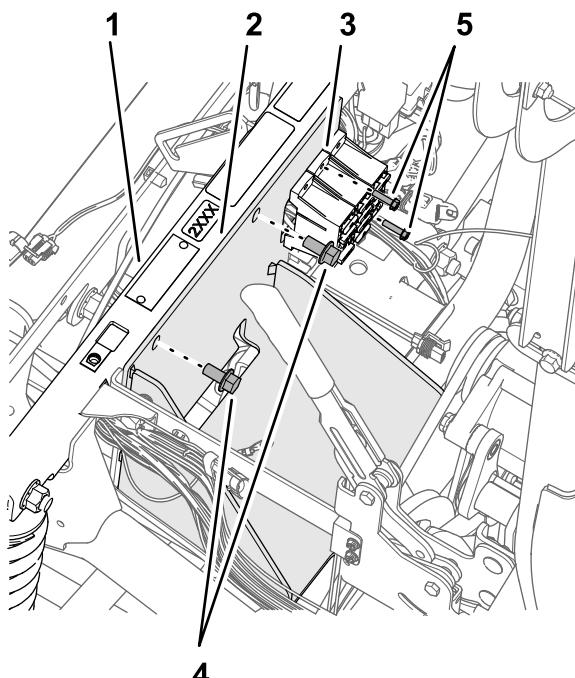

图176
2. 使用在 卸下电池 300A 和电池支架 \(页码 63\) 的步骤 4 中卸下的 2 个凸缘头螺栓 $\frac{3}{8} \times \frac{3}{4}$ 英寸将电池支架组装到减震支撑管上 图 176。
4. 使用在 卸下电池 300A 和电池支架 \(页码 63\) 的步骤 3 中卸下的螺栓 10-24 x $\frac{3}{4}$ 英寸和螺母 10-24 将保险丝盒安装到电池支架上 图 176。